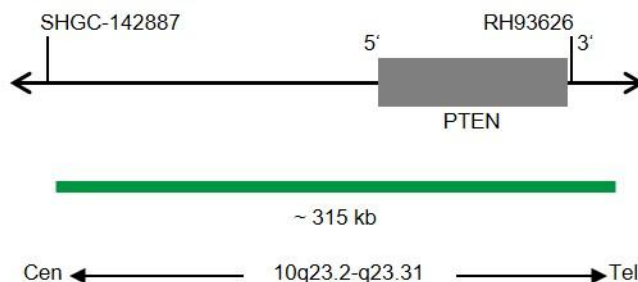

Fig. 1: Carte de la sonde SPEC PTEN (pas à l'échelle)
- Polynucléotides marqués au ZyGreen (excitation 503 nm/émission 528 nm) (~10 ng/μl), qui ciblent une séquence de 10q23.2-q23.31* (chr10:89,440,649-89,755,790) hébergeant la région génétique PTEN (voir figure 1).